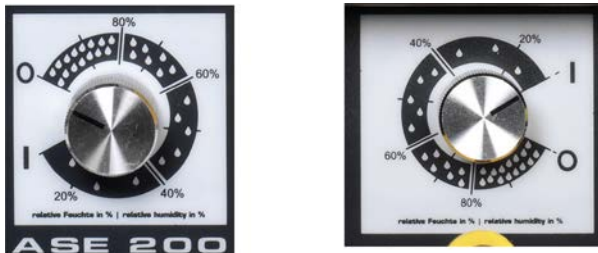

Abb. 6: Hygrostat ASE 200 und ASE 300
1. Wählen Sie (bei ASE 200 und ASE 300) am Hygrostaten (Abb. 6) die gewünschte Feuchte und schalten Sie den Adsorptionstrockner am Ein- / Ausschalter (Abb. 1 und Abb. 2) ein.